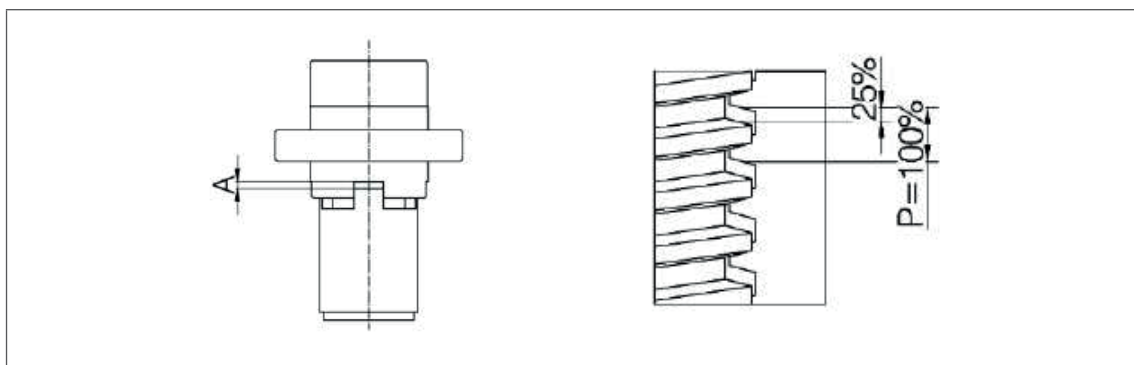

Fig. 20: Tuerca de seguridad SIFA: Medida „A“ para comparación durante la prueba de desgaste
- 4.** Si está instalada una tuerca de seguridad SIFA. Mida la cota „A“ y anótela (véase la fig. 20). Esta cota sirve como una medida inicial con la que comparar el estado tras un período de funcionamiento y así poder evaluar posteriormente el desgaste (véase el capítulo 7.1.1., página 25).
- 3. Si hay montada una tuerca de seguridad SIFA: compruebe el desgaste como se muestra en la Fig. 20.